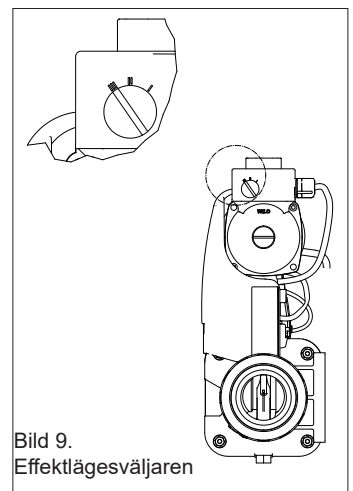

Bild 9.
3. Ställ in högsta effektläget på Aqua-Mex FE cirkulationspump (genom att vrida vredet till läge III), se bild 9.
5. Starta enheten genom att trycka på on/off knappen (C).
För att uppnå högsta effekt ställs cirkulationspumpen på högsta effektläget III, se bild 9.